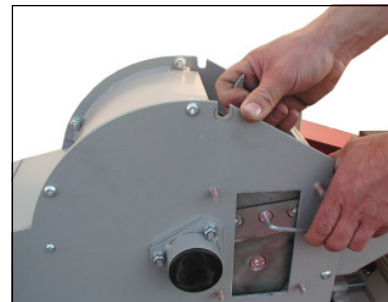

Bild 29
- Rotor so drehen, dass das Messer durch die Öffnung sichtbar ist (siehe „Bild 29“)